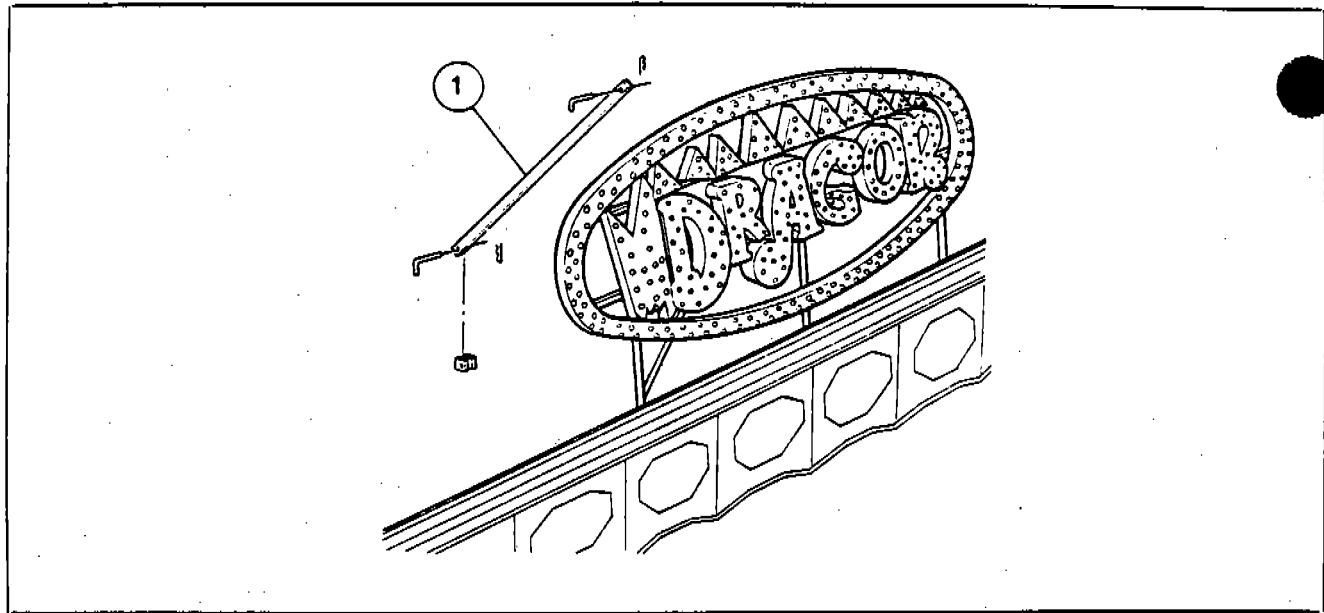

Fig. 17
- d) Sollevare la scritta luminosa «DRAGON» sopra il tetto e fermarla con gli appositi tiranti (1-Fig. 17) avendo cura di inserire le spine e copiglie di fermo.